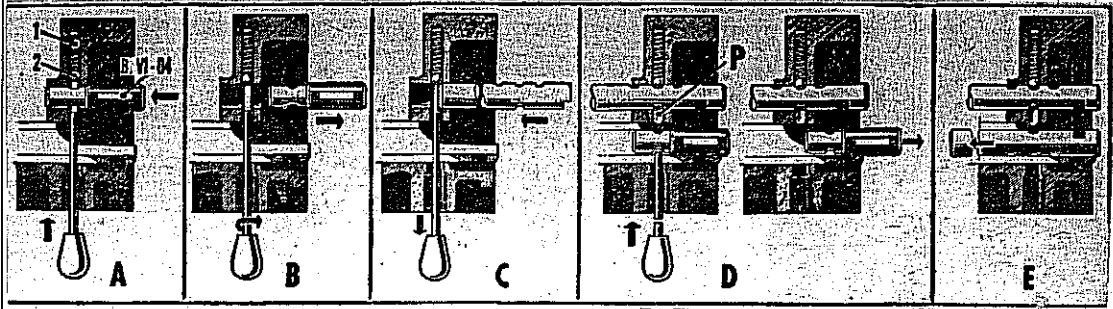

Figura 18
4) Colocar la herramienta mandril B. VI. 04 en el alojamiento del pasaje del eje de 1ª y 2ª velocidad e introducir a través de la carcasa, al pulsador de inmovilización (P) empleando la herramienta pulsadora según se indica (vista D, Figura 18). Debe tenerse especial cuidado en verificar que el eje de 3ª y 4ª se encuentre en su posición media (punto muerto), ya que de no ser así, el pulsador de inmovilización no se introduce lo necesario y no permite retirar la herramienta en el sentido indicado (ver Vista D, Fig. 18).